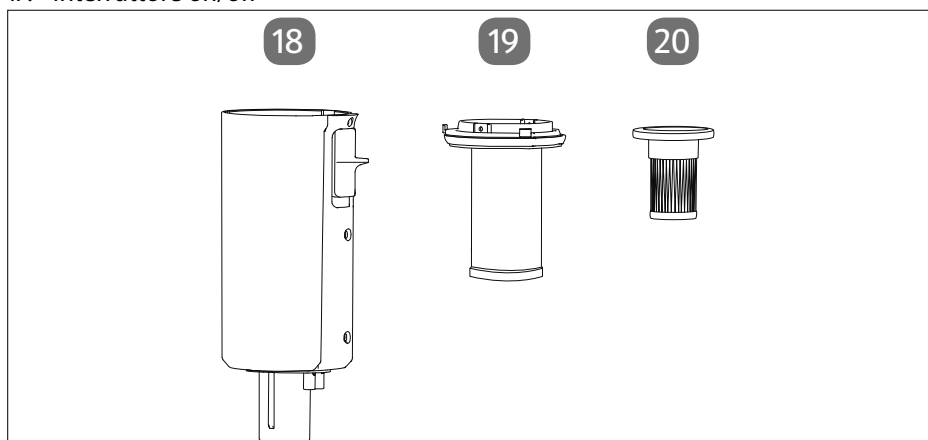

Fig. 3
- ▶ Caricare l'aspirapolvere con l'alimentatore a spina in dotazione (vedere le fig. 3 e 4).